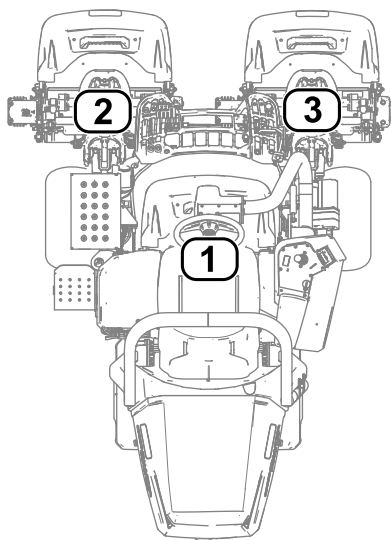

図 28
- 1 は中央カッティングユニット 図 28
- 2 は左前カッティングユニット 図 28
- 3 は右前カッティングユニット 図 28